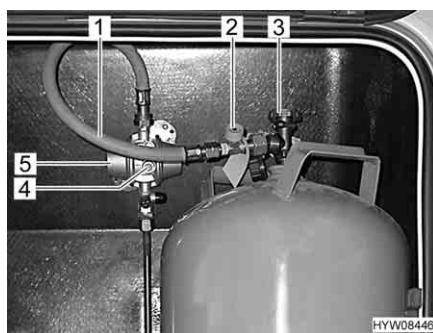

Fig. 89 Vano portabombole
- Chiudere la valvola principale di arresto (Fig. 89,3) della bombola del gas. Osservare la direzione della freccia.
- Svitare manualmente il tubo del gas (Fig. 89,1), dalla bombola del gas (filettatura sinistrorsa).
- Premere con forza il dispositivo antirottura della tubazione (Fig. 89,2) e tenerlo premuto per ca. 5 secondi.
- Premere con forza il pulsante verde (Fig. 89,4) del regolatore di pressione del gas (Fig. 89,5) e tenerlo premuto per ca. 5 secondi. La sorveglianza della pressione è attivata.